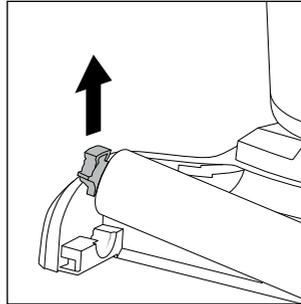

Fig. 34
- ◆ Hold på holderen til venstre på børsterullen **6** og træk den op for at fjerne børsterullen fra bunddelen **3** (se fig. 34).